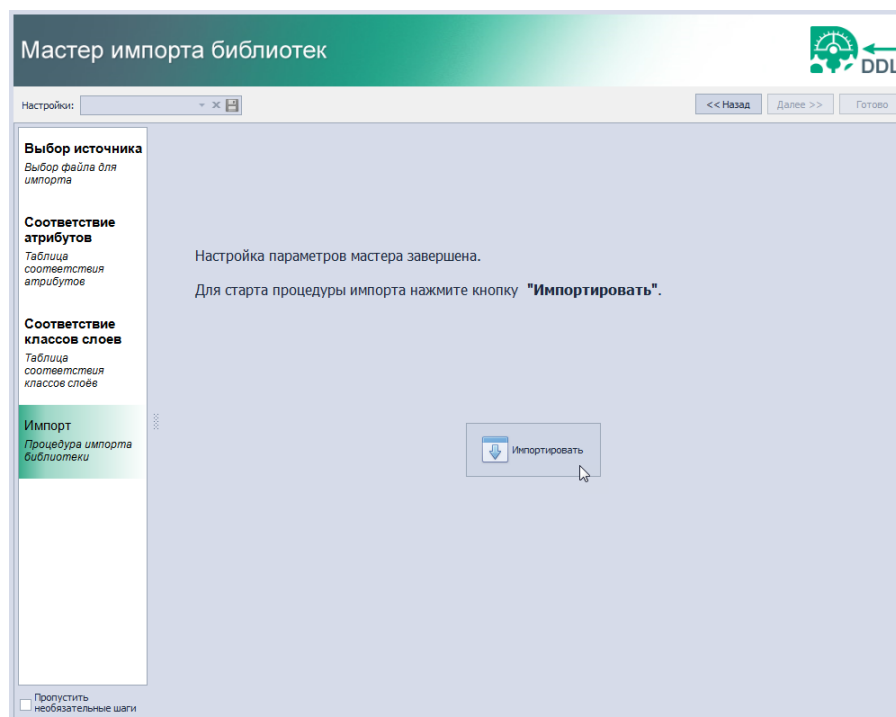

Рис. 22 Кнопка «Импортировать»
- Нажмите кнопку «Импортировать» в центральной части окна и дождитесь окончания процедуры импорта, см. Рис. 22.